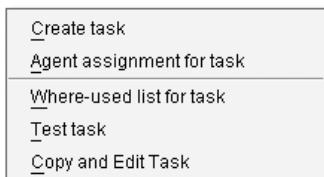

Abbildung 8.7 Dropdown-Liste zum Anlegen einer Aufgabe im Workflow Builder
3. Wählen Sie in der Liste für den Button neben AUFGABE die Option AUF-GABE ANLEGEN (siehe Abbildung 8.7).